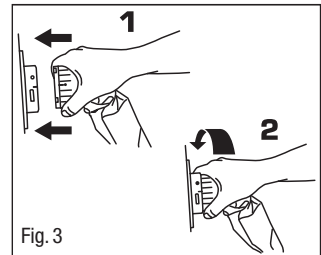

Fig. 3
5. Fastgør luftslangen til strømforsyningen ved at flugte den sorte streg på luftslangens forbindelsesled med den sorte streg på stikket til strømforsyningen og skub dem derefter mod hinanden. Drej madrassens slangeforbindelsesled med uret indtil den grønne indikator kommer til syne i indikatoråbningen på strømforsynings forbindelsesled. (Fig 3).